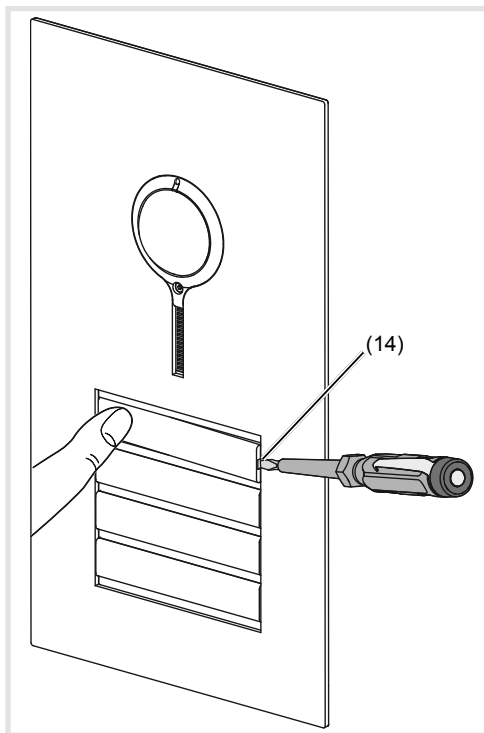

Bild 3: Namensschild Abdeckung lösen
- Ruftaster einseitig gedrückt halten. Auf der gegenüberliegenden Seite wird die Hebelöffnung (14) für einen Schraubendreher zugänglich.
- Schraubendreher in der Hebelöffnung (14) ansetzen und Arretierung lösen (Bild 3).